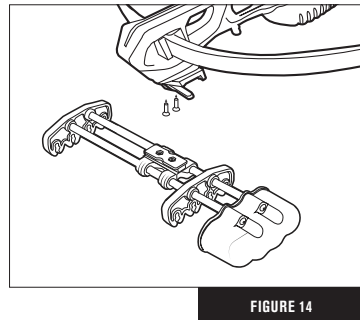

FIGURE 14
- Atornille la montura del carcaj en la parte inferior de la culata (Fig. 14).